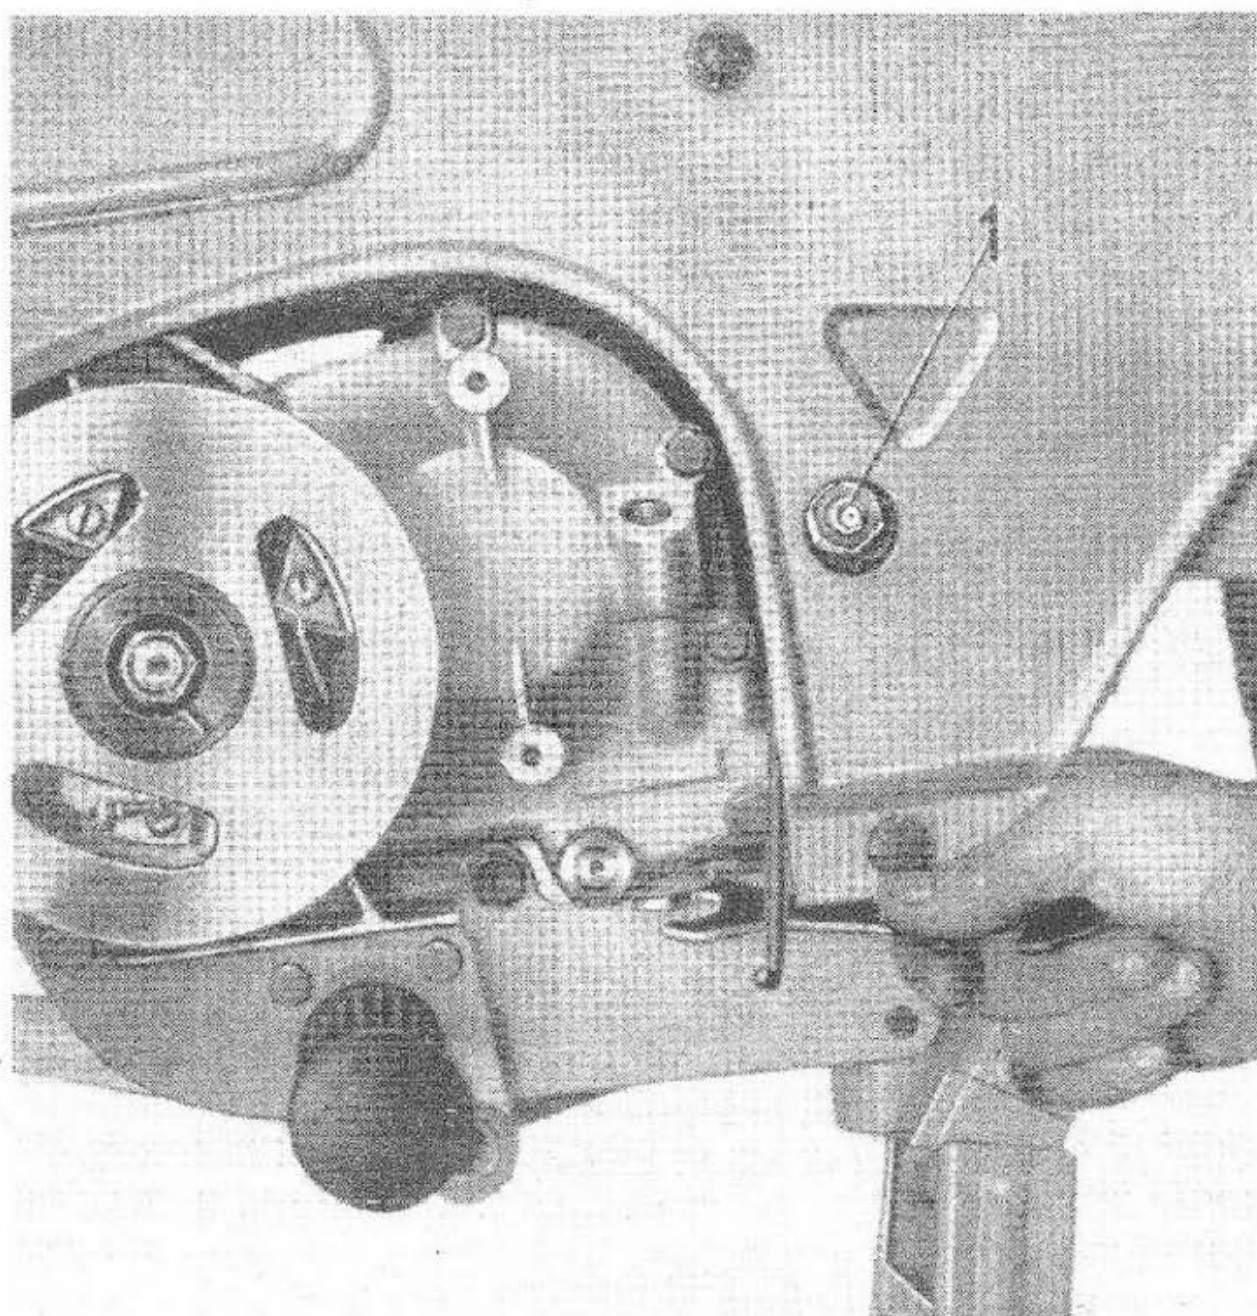

Fig. 5
chio (vedere fig. 5). Indi inclinare la motoleggera leggermente a sinistra quel tanto da far uscire tutto l'olio contenuto nel basamento.
- il perno di snodo del forcellone posteriore, l'ingrassatore è posto in testa al perno sul lato sinistro della motoleggera (vedere fig. 5 n. 1);